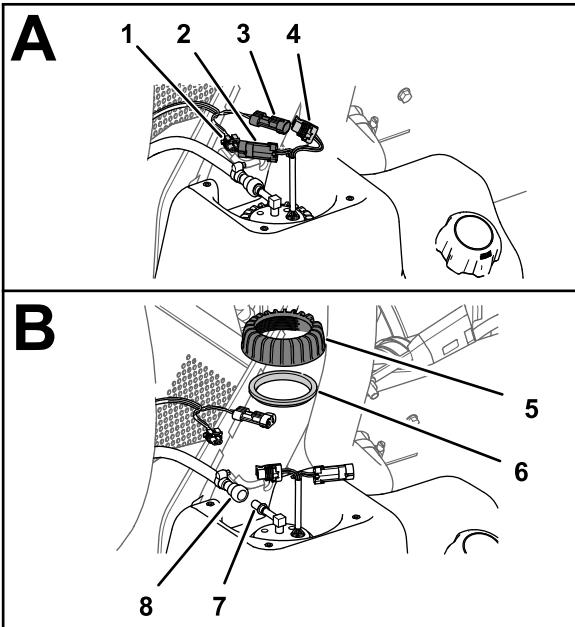

図 86
- 燃料ポンプ / センダーユニットの2ピンコネクタから、車両用のワイヤハーネスの2ソケットコネクタを外し燃料ポンプ / センダーユニットの2ソケットコネクタから、車両用のワイヤハーネスの2ピンコネクタを外す図 86。
2. 燃料ホースカップラの固定スリーブを燃料ポンプ / センダーユニットのフィッティングからはずし、フィッティングからカップリングとホースを取り外す図 86。
3. 燃料ポンプ / センダーユニットのナットを左に回して、ナットとシールを取り外す図 86。